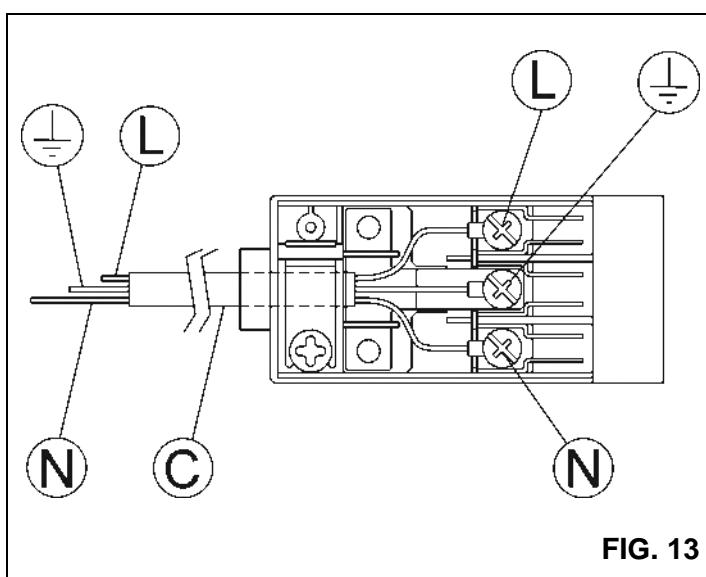

FIG. 13
- si le câble d'alimentation « C » n'est pas muni de la prise mâle (voir la fig. 13), il faut monter une prise mâle normalisée, adaptée pour la charge indiquée dans l'étiquette d'identification. Connecter les câbles conformément au schéma de la fig. 13, prêter attention à l'observance des correspondances suivantes :